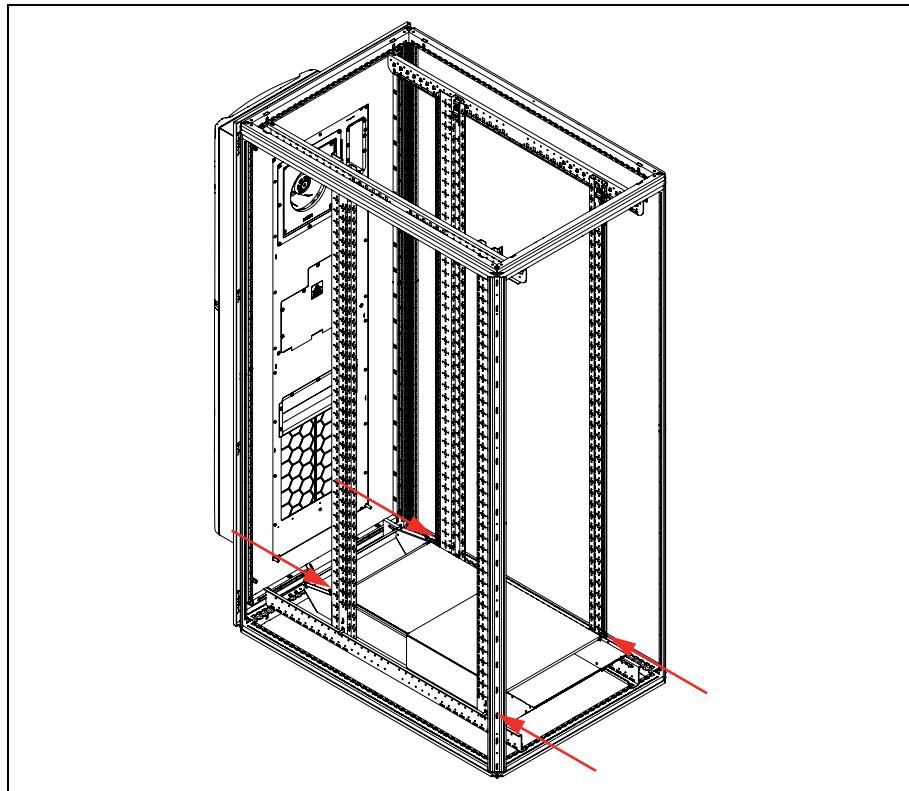

Abb. 13: Anzugspunkte der Schrauben an den Schlüssellochern
- Ziehen Sie die zuvor nur leicht eingedrehten Schrauben nun mit einem Anzugsmoment von 3 Nm fest (Abb. 13).